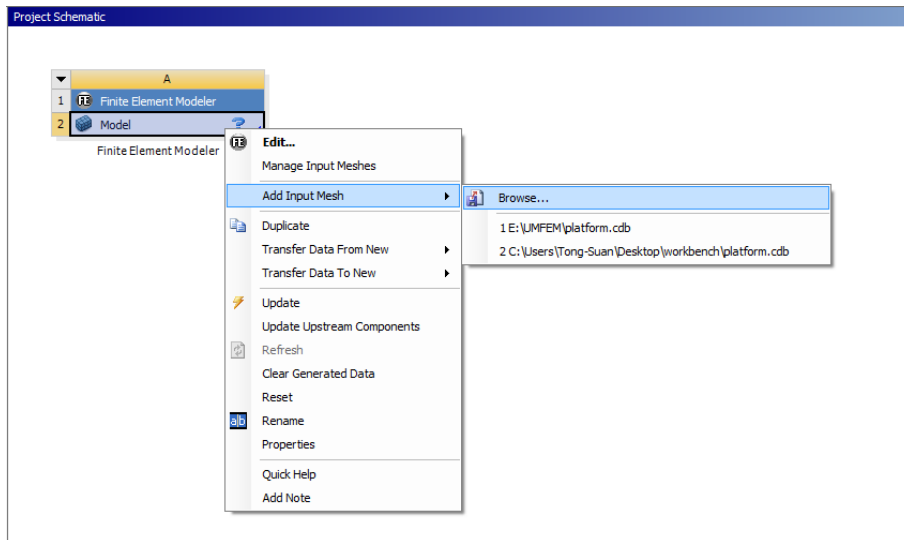

图 2.3
4. 选中 **Model** 点右键, 选择 **Add Input Mesh | Browse**, 选择之前创建的 **Platform.cdb** 文件, 如图 2.3 所示。